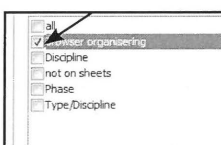

Fig. 13.25. Husk flueben.
- Sørg for der er flueben i den nu oprettede *Browser organisering*, som står på listen (Fig. 13.25). Klik *OK*.